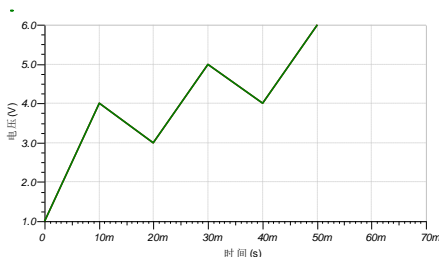

图 48 自定义分段线性源波形
① 自定义分段线性源：选择分段线性，以使用时间和数字比例因子指定用以描述波形的时间-电压/电流对。例如自定义如图 48 所示的分段线性源，可如图 48 所示设置参数。